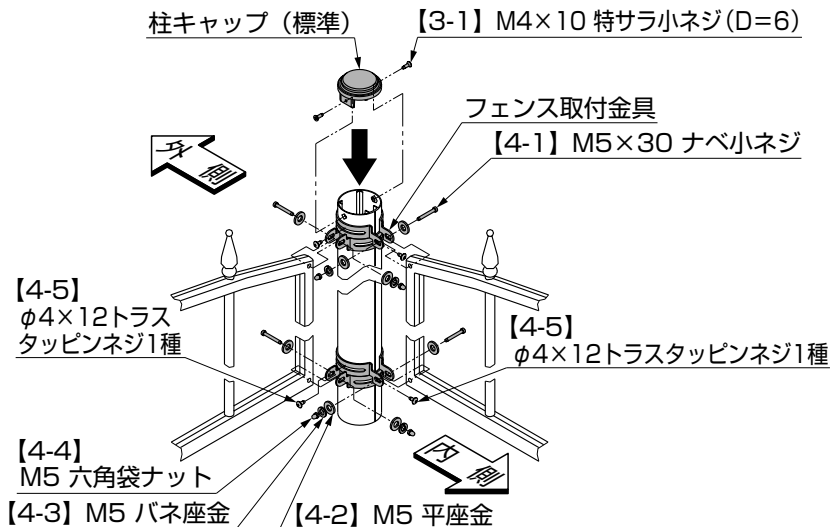
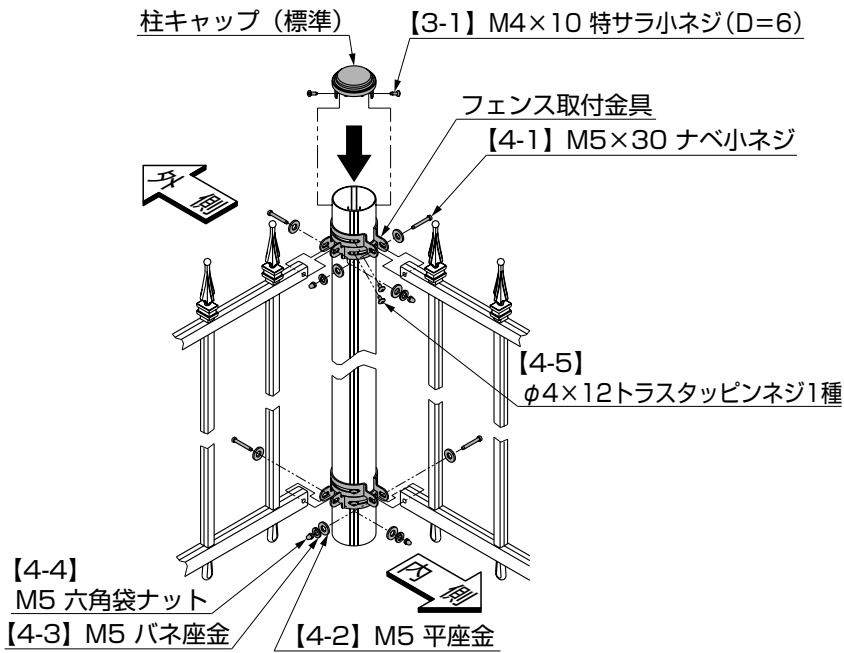

図3-7 T-10コーナー柱の場合
図3-8 T-12,14コーナー柱の場合
- ①柱に必要な数のフェンス取付金具を差込んでください。（図3-7、図3-8参照）
- ②柱にフェンス取付金具を固定してください。（図3-7、図3-9参照）
- T-10については、柱上・下部にフェンス取付金具を固定してください。（図3-7参照）
(図3-7、図3-8参照)